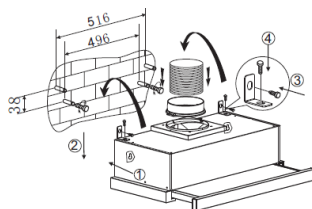

Рисунок 3
3. Вытяжка монтируется на стену с помощью 4 винтов (4 мм × 30 мм) и дюбелей. Установите вытяжку на стену с помощью 2 винтов (4 мм × 30 мм) и дюбелей, закрутив их в заднюю часть вытяжки. Затем закрепите вытяжку на стене с помощью 2 винтов (4 мм × 30 мм) и дюбелей через маленькое L-образное крепление. См. рисунок 3.